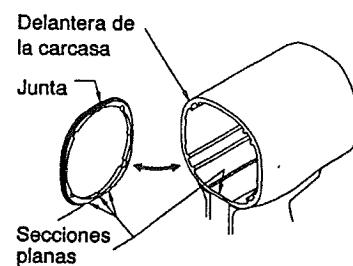

Figura 19
1. Sujete la carcasa del motor (19) en un tornillo de banco con mordazas cubiertas de cuero, con el eje estriado del rotor en posición horizontal.
3. Ponga la junta de la caja de mazas (18) contra la superficie de la carcasa del motor.
**NOTA:** Cerciórese de que la sección plana en la parte inferior de la junta de la caja de mazas quede instalada en la sección plana correspondiente que tiene la carcasa. Si no se instala correctamente la junta, la llave de impacto no funcionará bien. Véase la figura 19.
4. Aplique una capa delgada de grasa Craftsman nº 18830 a la superficie interior del casquillo de la caja de mazas (16) y ponga la caja de mazas (15) boca abajo sobre el yunque, contra la carcasa del motor.